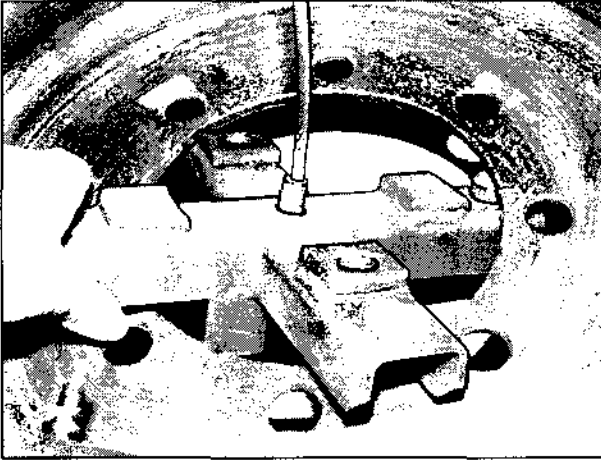

Bild 140
6. Haltekreuz aus dem Ersatzrad herausnehmen (Bild 140); hierzu Ersatzrad von Hand anheben.